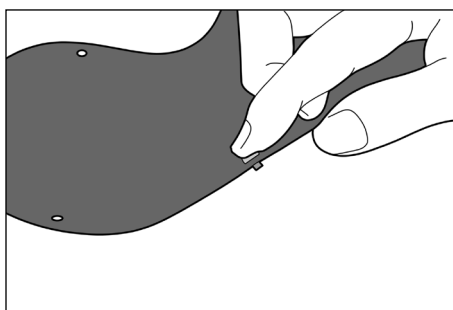

图 11
1. 螺钉头部位于内侧表面, 将 (1) M3 PHS 放入孔中。用您的指尖将螺钉固定到位。(图 11)。